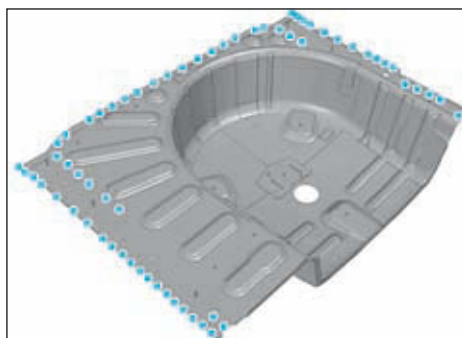

FIG.180
- Tracer puis percer au Ø 6,5 mm pour soudage ultérieur par points bouchons MAG (Fig180).